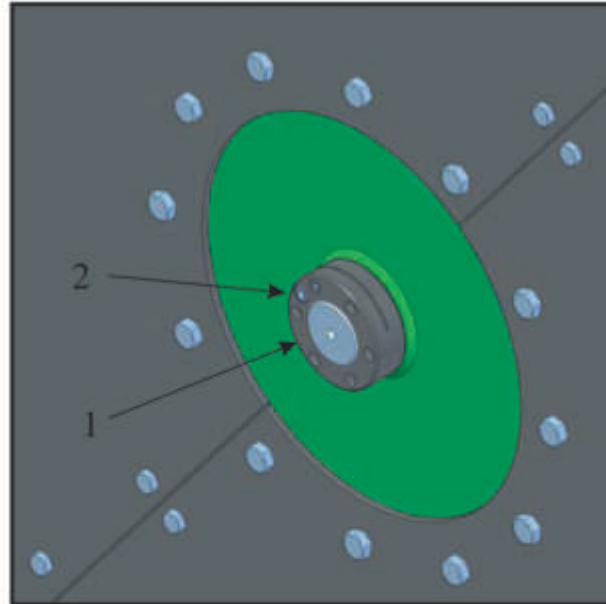

Fig.31
3. Verificare, sul - SV - 120, il serraggio della ghiera di bloccaggio del disco (n°1 di fig. 31) e delle viti di bloccaggio (n°2 di fig. 31).
3. On - SV - 120 check tightness of the disk blocking ring nut (n.1 of fig.31) and of the blocking screws (n.2 of fig.31).
3. Bei der - SV - 120 die Spannung der Blockierungsringe der Scheibe (Nr. 1 Abb. 31) und der Blockierungsschraube (Nr. 1 Abb. 31) überprüfen.
4. Verificare, sul - SV - 120, il serraggio della ghiera di bloccaggio del disco (**n°1 di fig. 31**) e delle viti di bloccaggio (**n°2 di fig. 31**).
4. On - SV - 120 check tightness of the disk blocking ring nut (**n.1 of fig.31**) and of the blocking screws (**n.2 of fig.31**).
4. Bei der - SV - 120 die Spannung der Blockierungsringe der Scheibe (**Nr. 1 Abb. 31**) und der Blockierungsschraube (**Nr. 2 Abb. 31**) überprüfen.